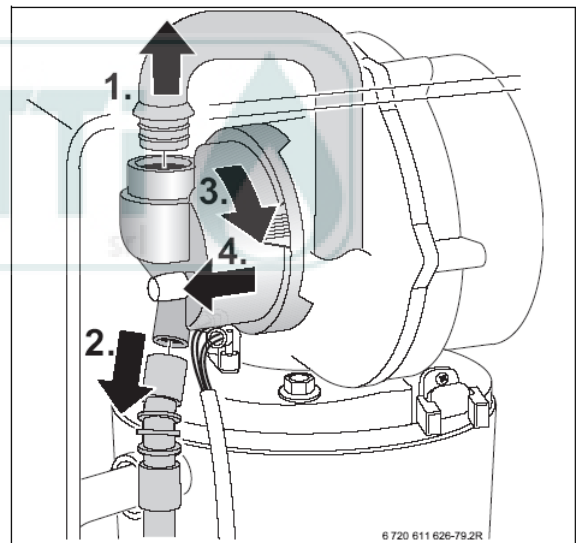

Fig. 53
- ▶ Smontare il miscelatore (per le operazioni appena descritte seguire le fasi 1, 2, 3, 4 indicate nella fig. 53)
- Togliere il coperchio fig. 53.